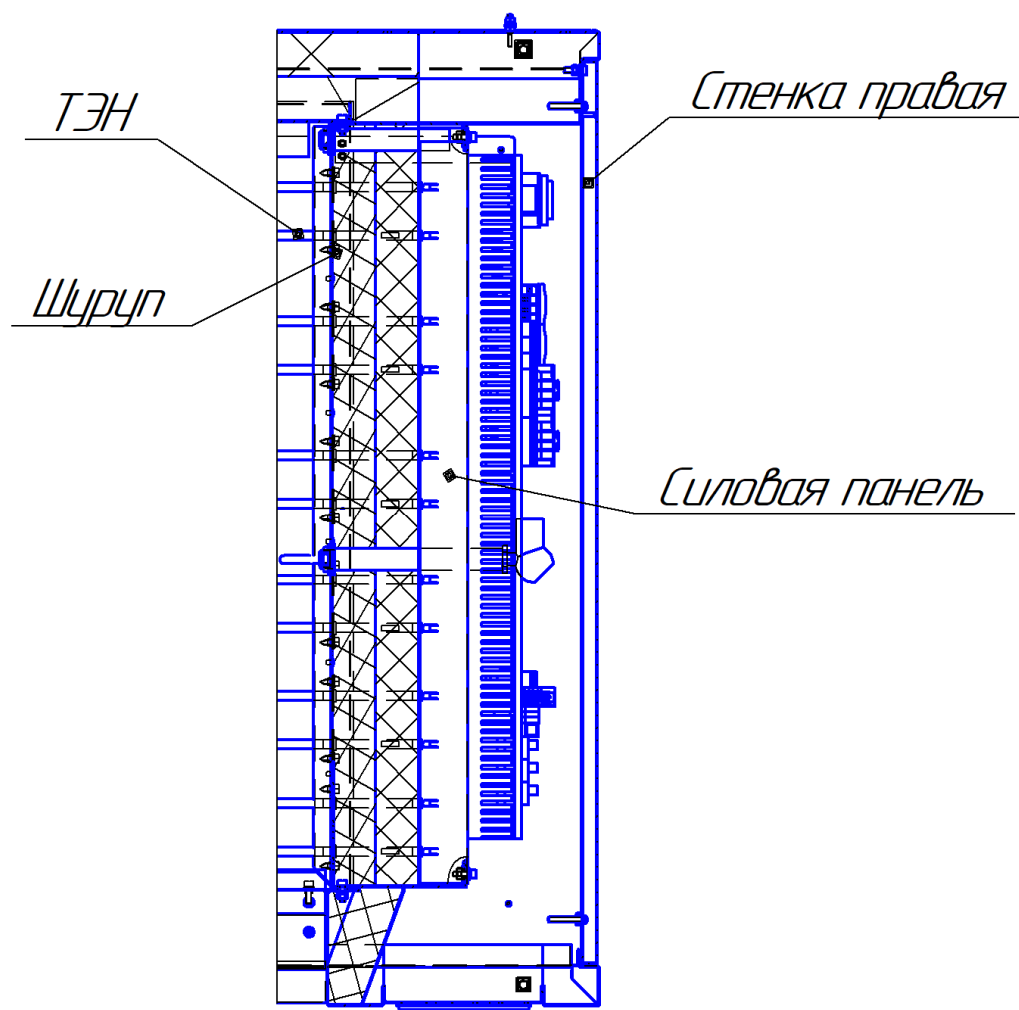

Рисунок 14 — Техническое обслуживание печи
Очистку элементов системы пароувлажнения (рисунок 14) проводить в следующем порядке:
12.3.1 Для проверки состояния креплений подводящих проводов на контактных стержнях ТЭН (см. рисунок 14), необходимо:
- на пекарной камере открутить шурупы и демонтировать ТЭН через отверстие в силовой панели см. рисунок 14.